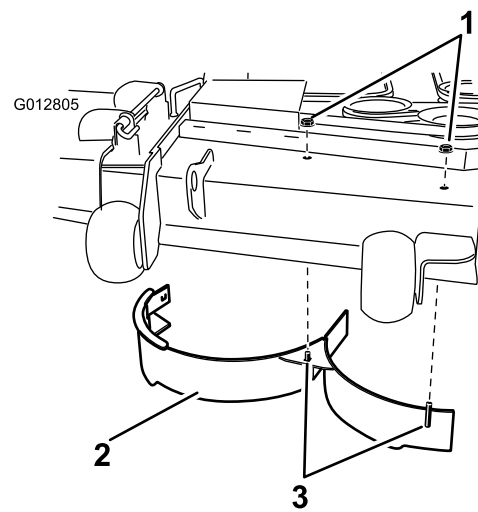

Bild 34
11. Entfernen Sie die zwei Sicherungsmuttern (5/16 Zoll) mit denen die geschweißten Pfosten des rechten Ablenksblechs oben am Mähwerk in der Mitte und rechts von der Mitte befestigt sind (Bild 34). Entfernen Sie das rechte Ablenksblech vom Mähwerk.